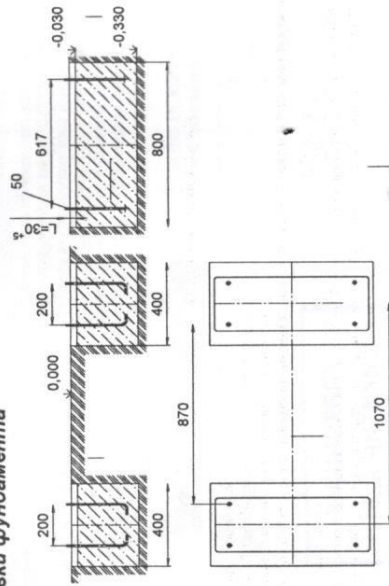

Рис.2
- установить в прямые размеры анкерные (поз.50) по размерам на рис.2. Произвести заливку прямых бетоном. Поверхность бетона выровнять горизонтально по уровню.